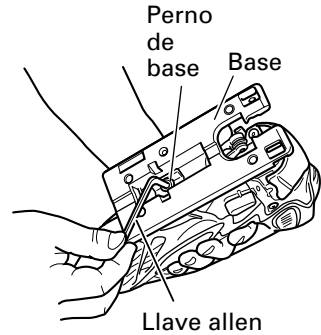
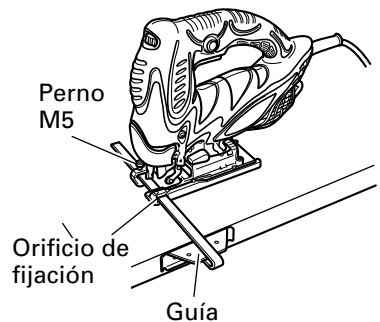
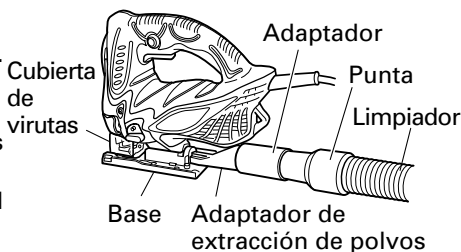

Fig. 10
Fig. 12
Fig. 18
- (1) Afloje el perno de base con la llave allen provista en la base. (Fig. 10)
- (3) Fije la guía haciéndola pasar a través del orificio de fijación de la base y apriete el perno M5. (Fig. 12)
- (4) Ajuste la posición orbital a "0".
**NOTA:** Para cortar con precisión utilizando la guía (Fig. 10), ajuste siempre la posición orbital a "0".
- (1) Afloje el perno de base con la llave allen provista en la base y mueva la base completamente hacia adelante. (Fig. 10, 11)
- (3) Apriete de nuevo el perno M5. (Fig. 10)
- (1) Retire la llave allen de la base.
- (2) Mueva la base completamente hacia adelante. (Figs. 10, 11)
- (3) Fije la cubierta de virutas.
- (4) Conecte el adaptador de extracción de polvos con el adaptador. (Fig. 18)
- (5) Conecte el adaptador con la punta del limpiador. (Fig. 18)